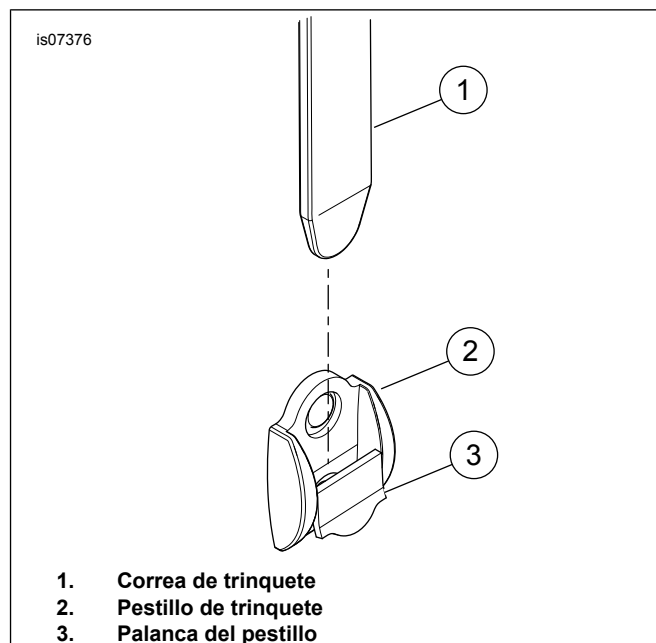

Figura 1. Pestillo de trinquete
1. Vea Figura 1. Levante ambas correas de la tapa de la alforja del cierre magnético para dejar expuestos los pestillos de trinquete (2).
2. Levante las palancas del pestillo (3) para liberar las correas de trinquete (1) del pestillo. Repita en el pestillo de trinquete opuesto.
1. Vea Figura 1. Levante cada una de las correas de la tapa de la alforja del cierre magnético para dejar expuestos los pestillos de trinquete (2).
2. Empuje para cerrar cada una de las palancas del pestillo (3).
3. Alinee las correas de trinquete (1) y luego insértelas dentro de las partes superiores de los pestillos (2).